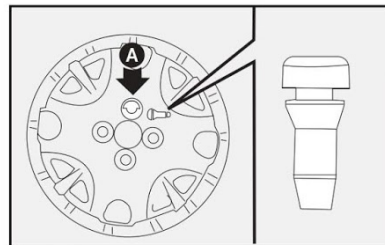

fig. 17
- Colocar a calota cuidando para que o símbolo , na parte interna, fique em correspondência com a válvula, e dessa maneira o furo maior da calota **A-fig. 17** passe pelo parafuso já fixado.